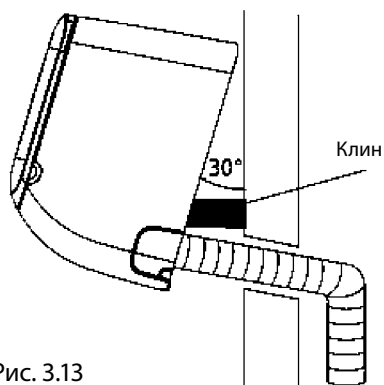

Рис. 3.13
2. С помощью скобы или клина подоприте блок, чтобы обеспечить достаточно места для присоединения трубопровода хладагента, сигнального кабеля и дренажного шланга (см. рис. 3.13).